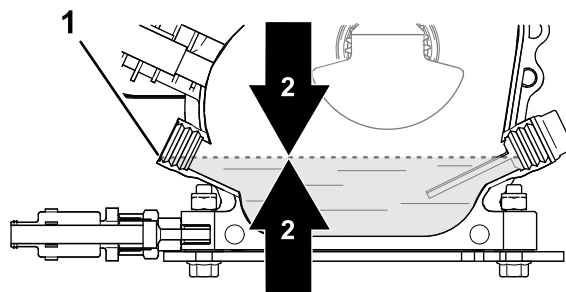

Figura 28
4. Verifique o nível de óleo (Figura 28).